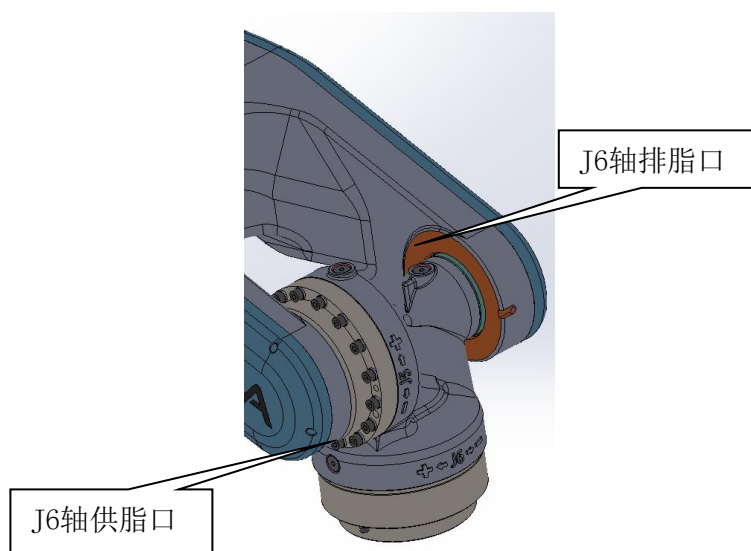

图3.5
- 4) 移去末端法兰（J6轴）润滑油排油口的内六角螺塞 M6X1。图 3.5。